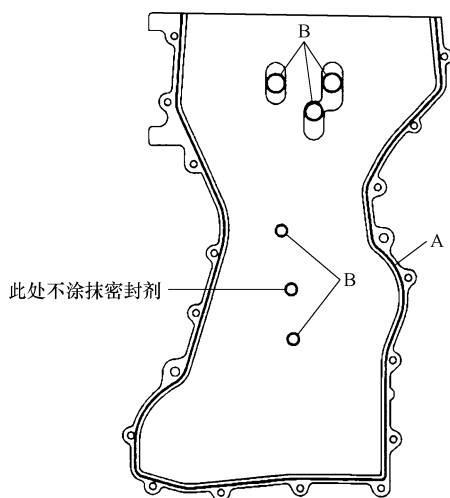

图 25-36 涂抹硅酮密封胶
- 1) 按照图 25-36 所示, 在发动机前盖上涂抹硅酮密封胶。